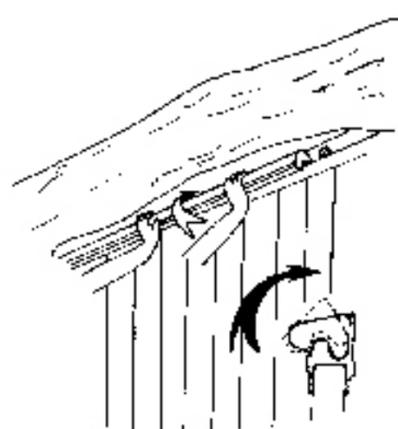

Fig. 2
1) Positionner les longerons sur les bords du plancher, entre les butées noires (fig. 2). Le repérage du longeron doit rester sur le dessus